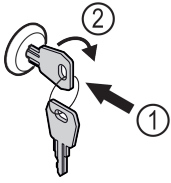

Fig. 136 Beispielhafte Darstellung
- Schlüssel hineindrücken Fig. 136 (1).
- Schlüssel um 90° im Uhrzeigersinn drehen Fig. 136 (2).